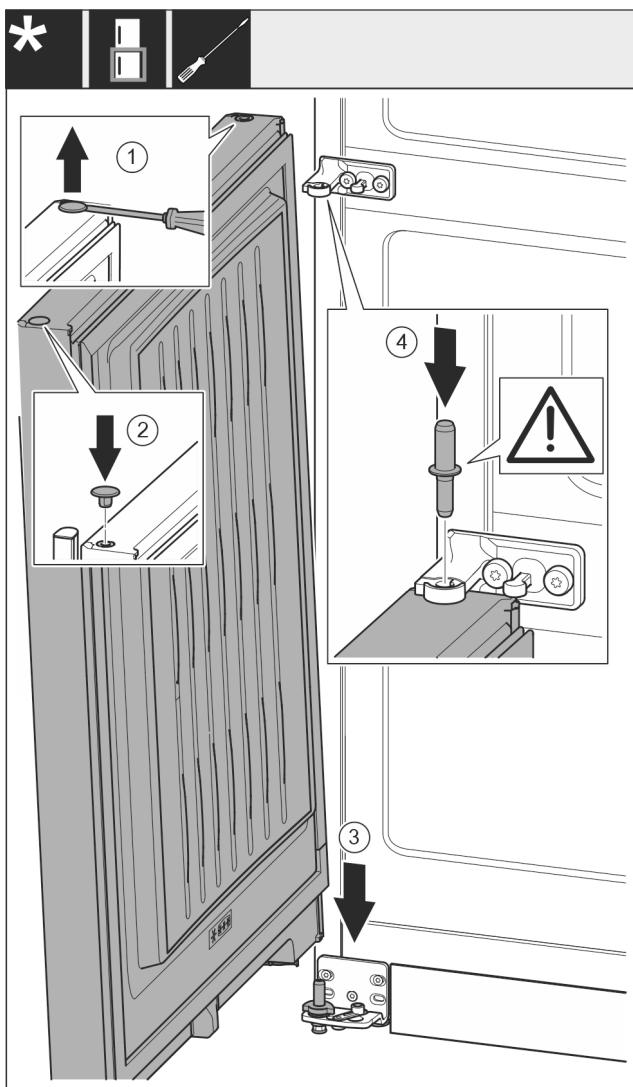

Fig. 20
- Løft pluggene Fig. 20 (1) forsiktig med en skrutrekker og trekk dem ut.
- Sett igjen inn pluggene Fig. 20 (2) på den andre dørsiden.
- Plasser døren Fig. 20 (3) på den nedre lagerbolten ovenfra.
- Sett midtre lagerbolt Fig. 20 (4) gjennom midtre lagerblokk inn i den nedre døren. Kontroller at låsekammen peker bakover.